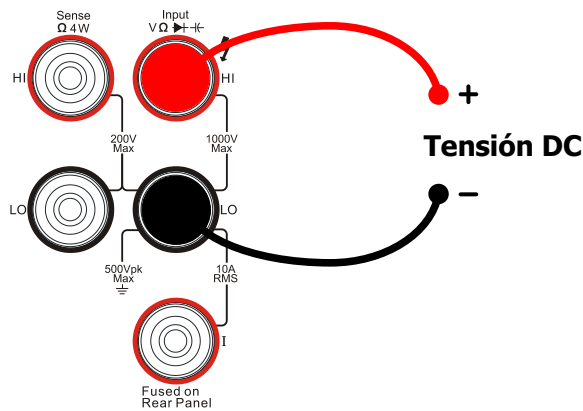

Figura 2-4 Esquema de conexión
1. Conecte la punta roja (punta de prueba) al terminal de entrada HI y la punta negra al terminal de entrada LO como se muestra en la Figura 2-4.